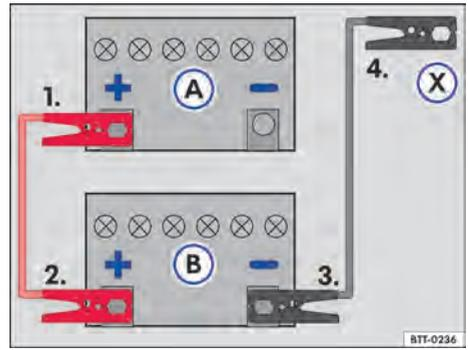

Fig. 185 Esquema para a conexão dos cabos auxiliares de partida: bateria do veículo descarregada (A) e bateria do veículo fornecedora de corrente (B).
Legenda para → Fig. 185:
- Conectar uma extremidade do cabo auxiliar de partida *vermelho* ao polo positivo → Fig. 185 (+) do veículo com a bateria do veículo descarregada (A) → ⚠️.
- Conectar a outra extremidade do cabo auxiliar de partida *vermelho* ao polo positivo (+) da bateria do veículo fornecedora de corrente (B).
- Conectar uma extremidade do cabo auxiliar de partida *preto* ao polo negativo (-) da bateria do veículo fornecedora de corrente (B).
- Conectar a outra extremidade do cabo auxiliar de partida *preto* (X) no veículo com a bateria do veículo descarregada em uma peça maciça de metal aparafusada firmemente ao bloco do motor ou no próprio bloco do motor - porém não nas proximidades da bateria (A) → ⚠.